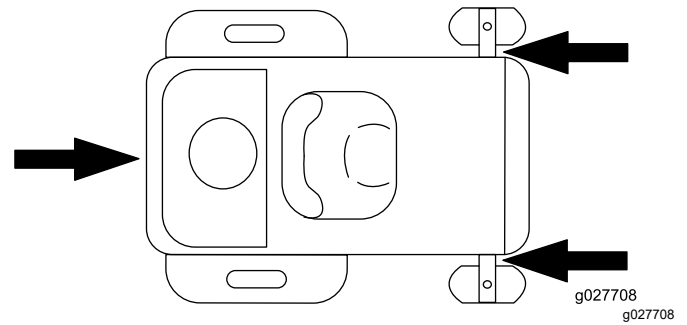

Figure 34
6. Arrimez la machine près des roues pivotantes avant et du cadre arrière à l'aide de sangles, chaînes, câbles ou cordes (Figure 34). Voir la réglementation locale concernant les exigences en matière d'arrimage.